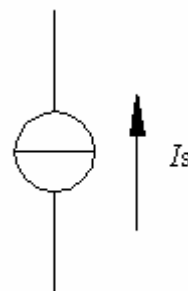

图 1.4.7 理想直流电流源
(1) 理想电流源：输出电流不受外电路影响，只依照自己固有的规律随时间变化的电源。
(2) 理想电流源的符号如图 1.4.7 所示：